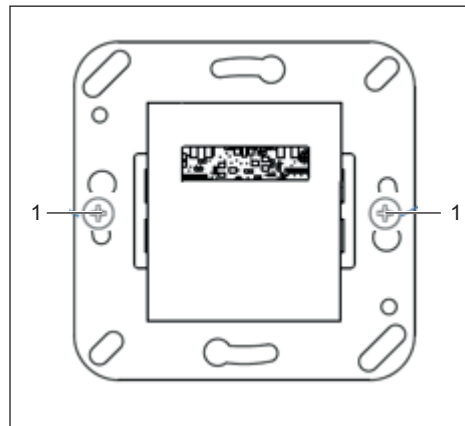

Abb. 16: Leser WRU 220 in Schalterdose montieren
3. Den Leser in die vorinstallierte Schalterdose montieren (Abb. 16).